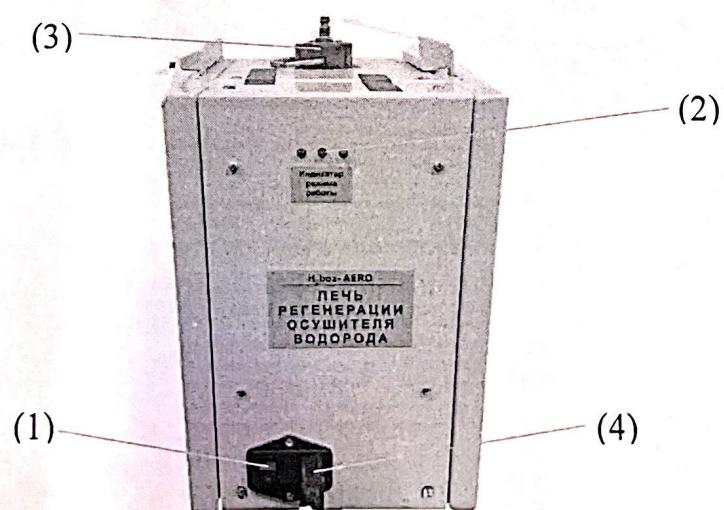

Рис.5 Печь регенерации силикагеля
2.6. Печь регенерации силикагеля (Рисунок 5) используется для его осушки и состоит из следующих частей:
- тумблер включения/выключения печи (1)
- индикатор режима работы: режим регенерации/режим охлаждения/конец регенерации (2);
- осушитель сменный (3);
- разъем для подключения печи к источнику питания (4).